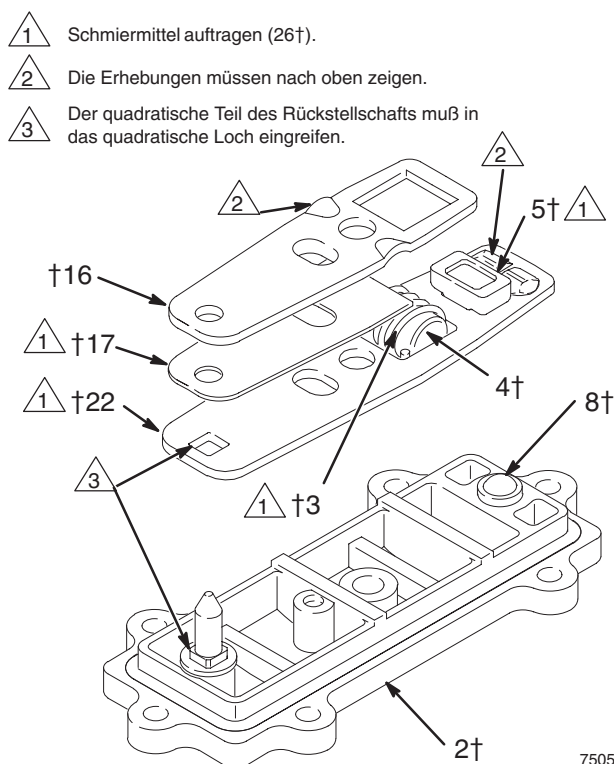

Abb. 13
5. Die Steuerplatte (22) und das Distanzstück (17) schmieren. Die Steuerplatte, das Distanzstück und die Stellplatte (16) wie in Abb. 13 dargestellt zusammenbauen. Die Erhebungen an den Platten (22 und 16) müssen nach oben zeigen.
6. Die Feder zusammendrücken (3) und zusammen mit dem Stopp (4) in den Steuerplattensatz einbauen. Durch die Federspannung werden alle diese Teile zusammengehalten. Das Ventillager (5) schmieren und wie dargestellt in den Steuerplattensatz einbauen.
7. Den Steuerplattensatz so an dem Deckel (2) installieren, daß das spitze Ende des Rückstellschaftes (21) durch die Löcher in den Steuerplatten hindurchgeht und der quadratische Teil des Schaftes in das quadratische Loch eingreift. Sicherstellen, daß die Erhebungen an der Steuerplatte (22) mit der Kugel (8) in Eingriff stehen.